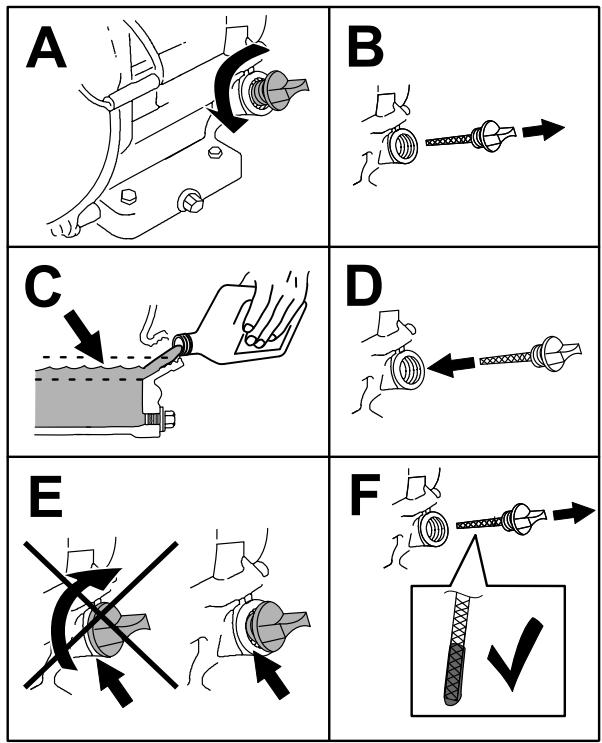

Figura 18
- Versate lentamente circa l'80% dell'olio indicato nel tubo di rifornimento e sempre con cautela rabboccate l'olio necessario per portarlo alla tacca di **Pieno** (Figura 18).